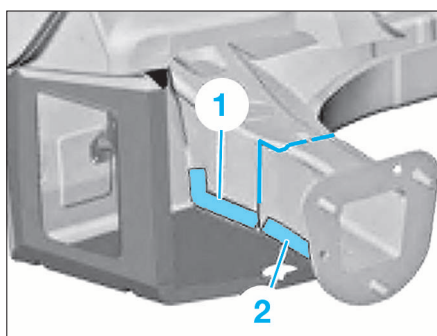

FIG. 42
- De chaque côté, défaire les cordons de soudure dans la zone (1) (Fig.42).